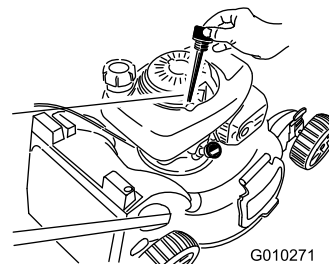

Figure 40
6. Retirez la jauge de niveau du tube de remplissage (Figure 40).